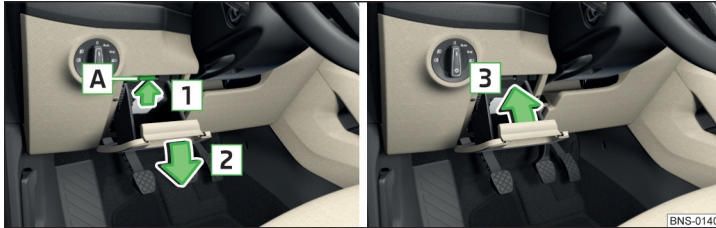

Abb. 370 Ablagefach auf der Fahrerseite
- › Die Sicherung **A** in Pfeilrichtung **1** » Abb. 370 drücken und das Fach in Pfeilrichtung **2** aufklappen.